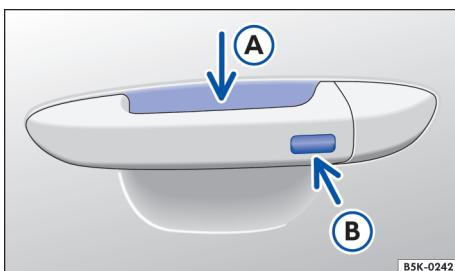

图 41 车门拉手：传感器感应区
- 握住驾驶员侧或前排乘客侧车门拉手，并接触到解锁感应区 → 图 41 A。
- 用车辆钥匙上的按钮 ④ 闭锁车辆。
- 此外，在五秒内触摸一次车门拉手外侧的传感器 → 图 41 B。此时不得握住车门拉手。